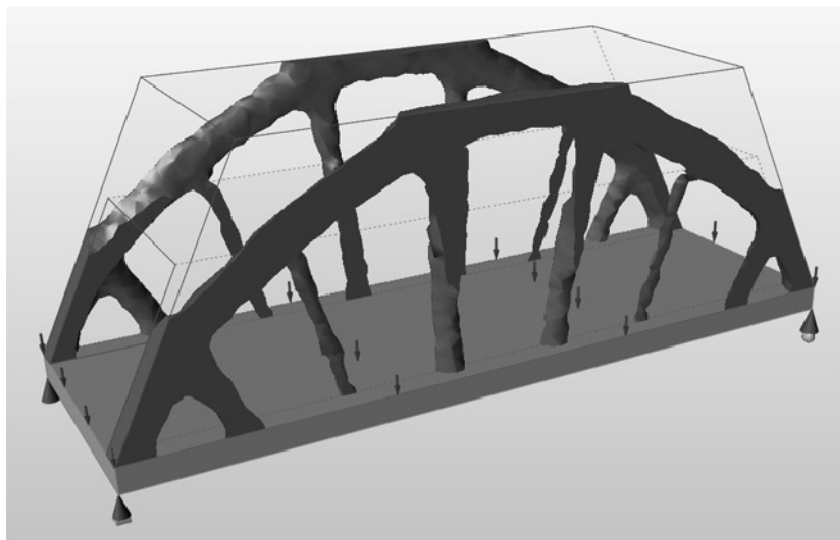

图 4-56
7) 双击运行状态窗口中的运行名称, 生成的形状即会显示在模型视窗中, 如图 4-56 所示。